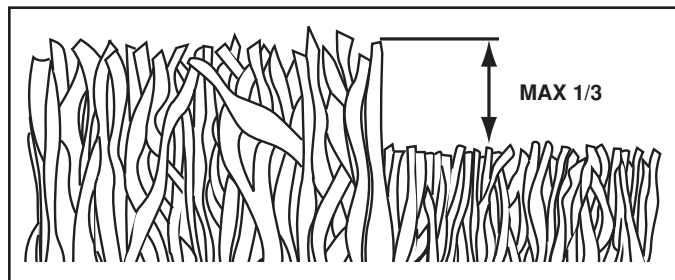

FIG. 15
- Para obtener los mejores resultados, ajuste la altura del corte de la segadora de modo que ésta corte solamente el tercio superior de las hojas de césped. En el caso de que el césped haya crecido demasiado, puede ser necesario el elevar la altura del corte para reducir el esfuerzo necesario para empujar la segadora y para evitar sobrecargar el motor, dejando montones de recortes de césped. Para un césped muy pesado, reduzca el ancho del corte pasando por encima del lugar anteriormente cortado y siegue lentamente (vea Fig. 15).